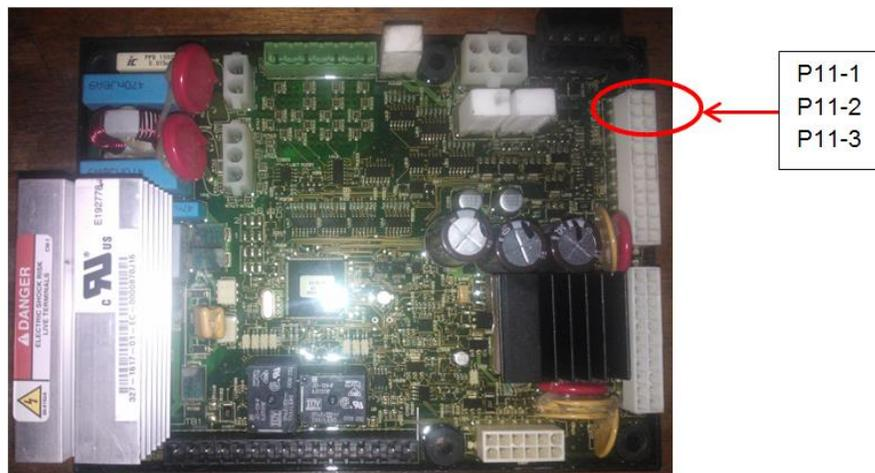

Figura 26. Conexión en la tarjeta de control
- La conexión en la tarjeta de control se hace en la bornera J11 de la tarjeta de control como se muestra en la Figura 2 y la Figura 26.